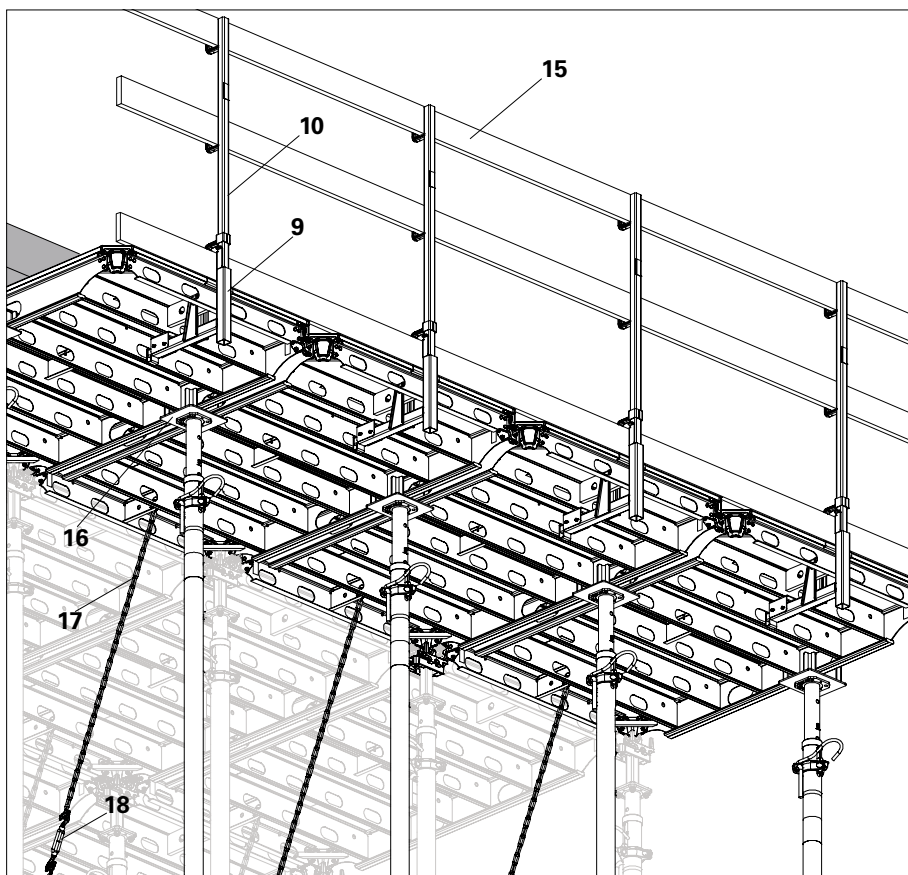

Fig. A10.03
5. Inserte el poste de barandilla HSGP-2 (10) en el soporte de barandilla (9) desde la parte superior tras asegurarlo firmemente con cadenas tensoras. (Fig. A10.03)
6. Inserte los tabloncillos de protección posterior contra caídas (15) y asegúrelas con clavos. (Fig. A10.03)